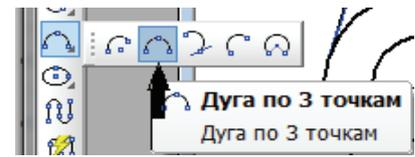

Рис. 1.8
- Вызовите команду **Инструменты** → **Геометрия** → **Дуги** → **Дуга по 3 точкам**, или нажмите кнопку **Дуга по 3 точкам** на инструментальной панели **Геометрия** (рис. 1.8).